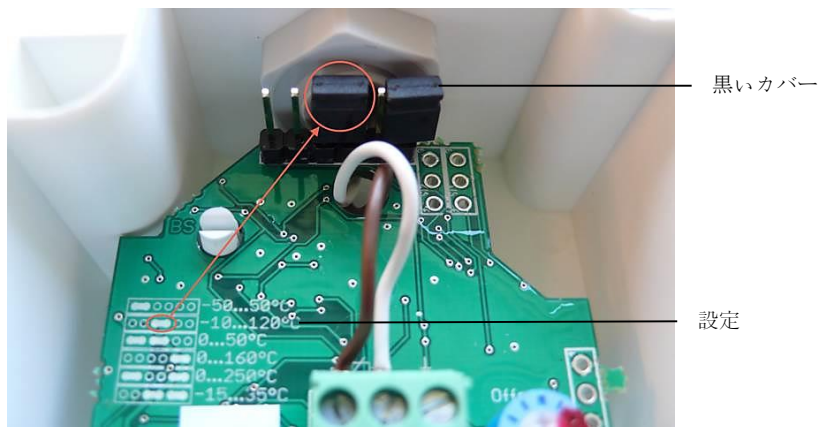

図 19: ピン設定
- ピンが **-10** から **120C** になっているのを確認してください。必要なら黒いカバーをはずし図 19 のように必要な設定を行なってください。